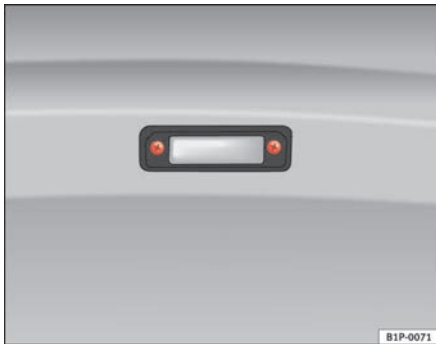

Abb. 221 Kennzeichen-
- Drehen Sie zum Abnehmen des Lampenglases die Schrauben heraus ⇒ Abb. 221.